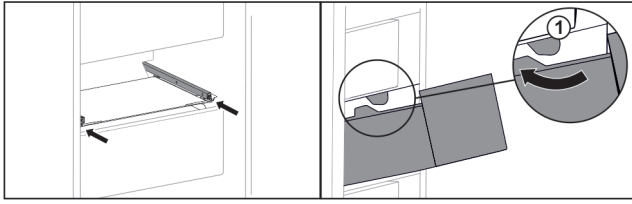

Fig. 134
- ▶ Preved'te zásuvku okolo zarážok Fig. 134 (1).